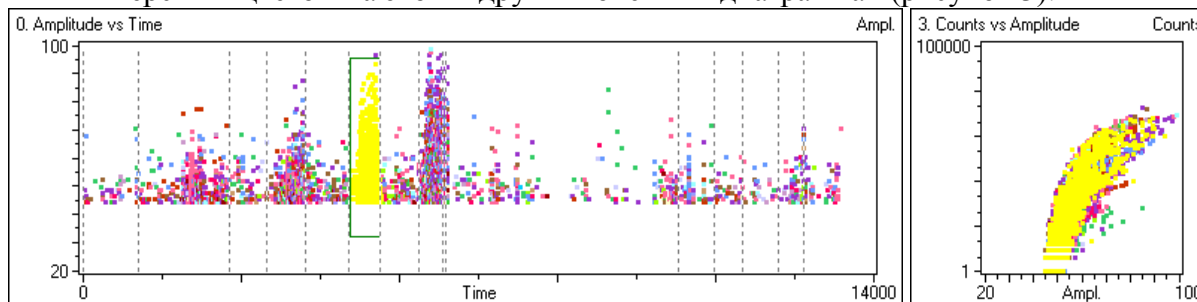

Рисунок 3. Выделение данных
- Вернитесь к предыдущему представлению. Отмените режим масштабирования. Выделите на левой верхней диаграмме (мышью) область, содержащую некоторые данные. Теперь вы в режиме выбора данных и эти выделенные данные отображаются инверсным цветом на этой и других точечных диаграммах (рисунок 3).